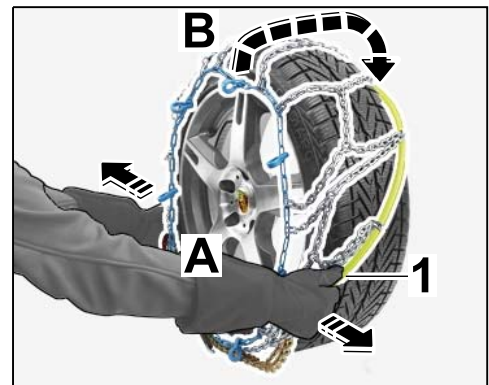

Bild 4
2.1.3 Enden Federstahlbügel so weit wie möglich auseinanderziehen (⇒ *Bild 4-A-*) und Schneekette von oben über das Rad führen (⇒ *Bild 4-B-*).